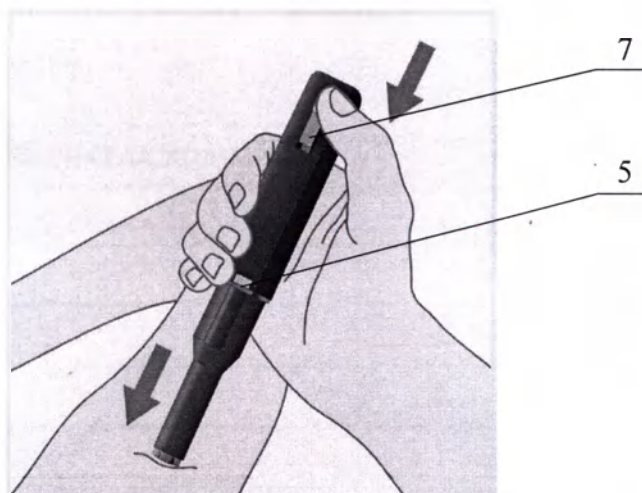

Рисунок 19 – Проведение инъекции
Убедитесь, что вы видите окно индикатора (5). Нажмите на кнопку запуска инъекции (7) (рисунок 19). Продолжайте прижимать АИ к коже, пока инъекция не будет завершена. Содержимое шприца вводится автоматически. Инъекция завершена, когда в окне индикатора (5) появиться красная метка (рисунок 6). Выполнение инъекции займет примерно 10 секунд. Когда инъекция завершена, уберите АИ с места инъекции. Обязательно убедитесь, что подана вся доза из шприца.